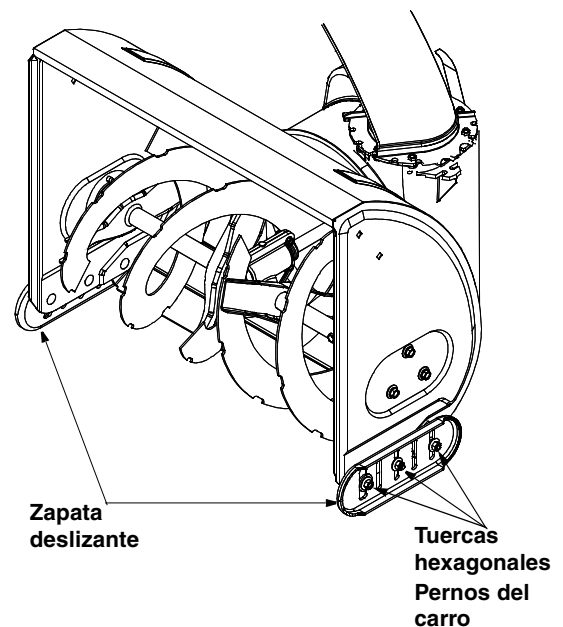

Figura 17
- Retorne la palanca de transferencia de peso (mostrada en la Figura 17) a su posición normal antes de ajustar las zapatas deslizantes.
- Ajuste las zapatas deslizantes aflojando las seis tuercas hexagonales y los pernos del carro y moviendo las zapatas deslizantes a la posición deseada. Asegúrese que toda la superficie inferior de la zapata deslizante esté apoyada sobre el suelo para evitar un desgaste irregular de las zapatas deslizantes. Vea la Figura 17.